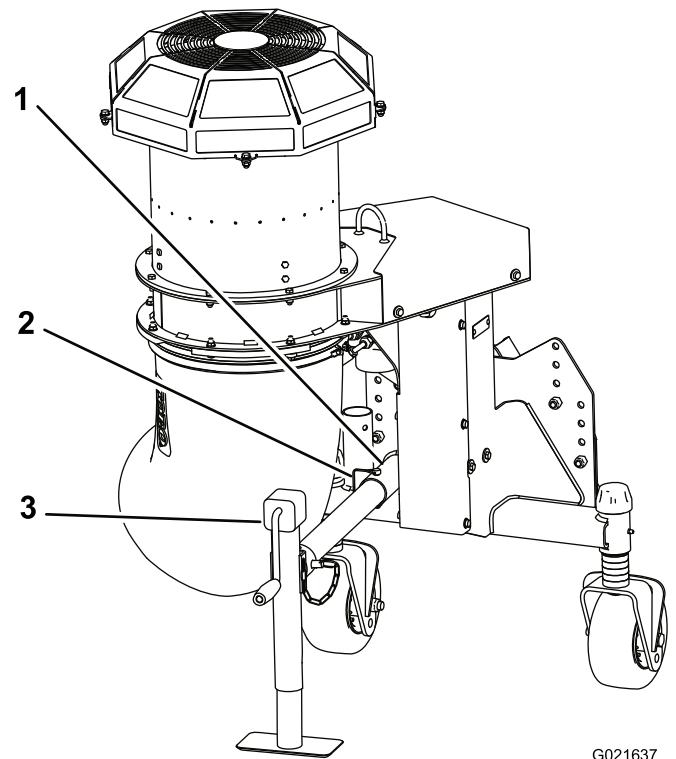

Bild 8
- Stecken Sie das Achsständerrohr in das Rahmenrohr, fluchten Sie die Löcher aus und arretieren es mit dem Einraststift (Bild 8).